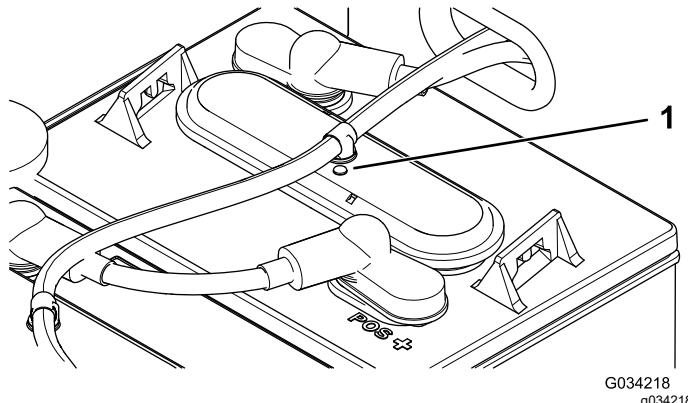

Рисунок 39
- Проверьте смотровые отверстия на каждом аккумуляторе, чтобы определить их цвет (черный или белый) (Рисунок 39).